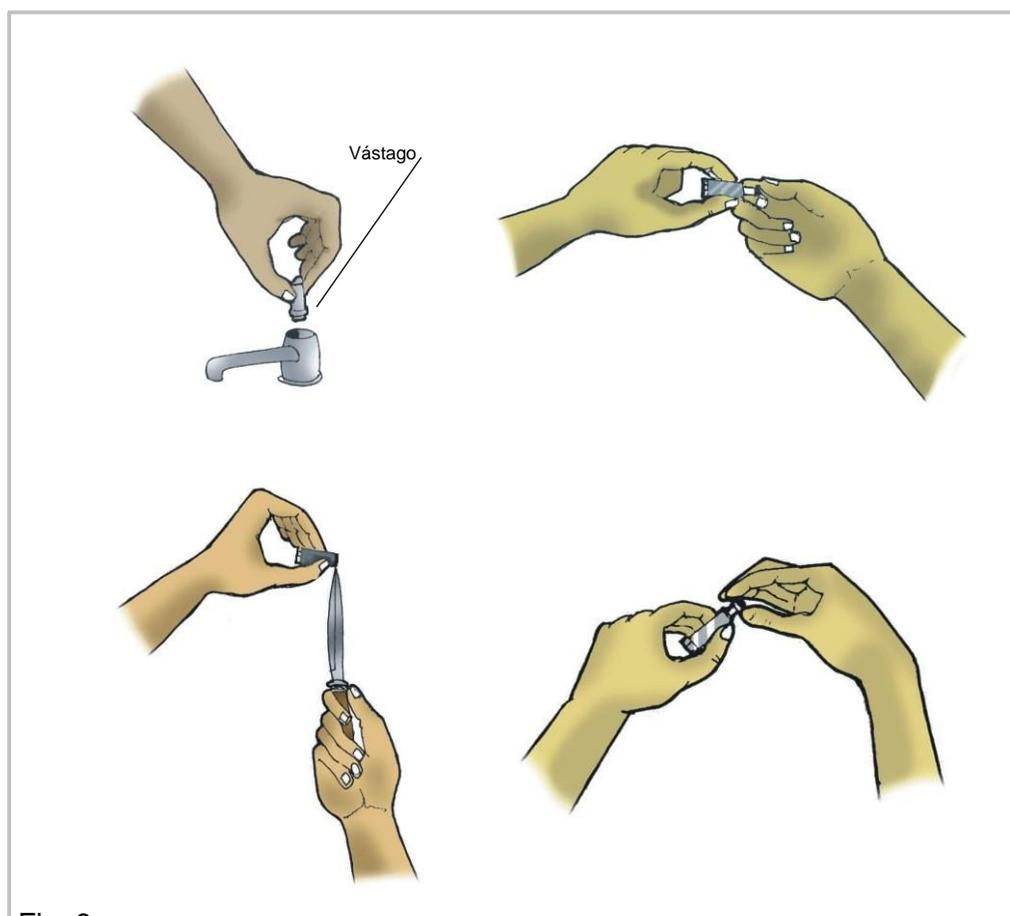

Fig. 6
7. Retire el eje o vástago del cuerpo del caño. En el extremo del vástago va sujeta la empaquetadura (normalmente va encajada). Desenroscar el tornillo de bronce del eje y retirar la empaquetadura de jebe gastada con una pequeña cuchilla. Cambie la empaquetadura de jebe por otra nueva de características similares, cuidar que esté en la posición adecuada y presionar a fondo (Fig.6).